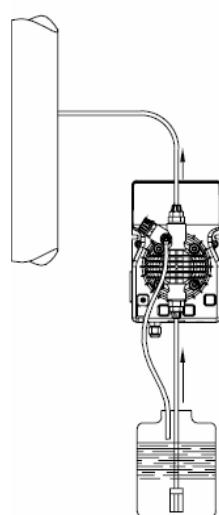
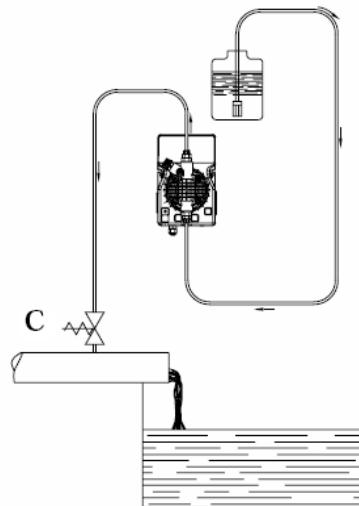

Рис. 5
Рис. 6
- c. - Розмістіть насос, як показано на рис. 5, враховуючи, що його можна встановлювати, як вище, так і нижче рівня дозованої рідини, при цьому перепад рівнів не повинен перевищувати 2-х метрів. Якщо система працює при атмосферному тиску (без зворотного), а ємність з реагентами розташована вище насоса (рис. 6) необхідно часто перевіряти стан клапана вприску, тому що його знос може викликати попадання реагенту в систему навіть при вимкненому насосі. Якщо дана проблема з'являється, Вам необхідно встановити антисифонний клапан (C) між точкою викиду і клапаном вприску (або замінити стандартний клапан вприску на антисифонний клапан). Не встановлюйте насос над ємністю з хімічними препаратами, що виділяють велику кількість парів, за винятком випадків, коли ємність герметично закупорена.